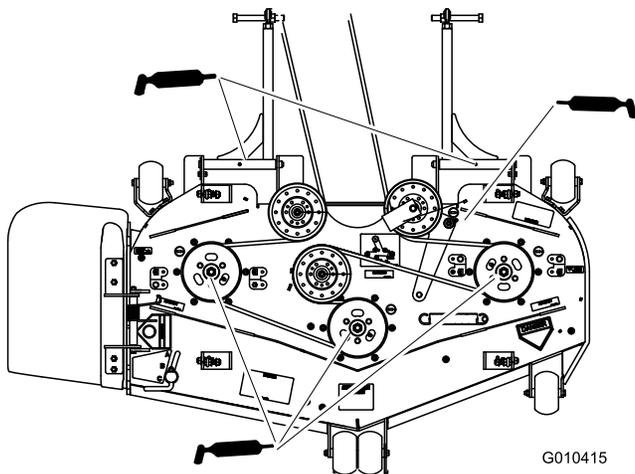

Figura 37
4. Lubrifique os três rolamentos do eixo até o lubrificante sair pelos vedantes inferiores (Figura 37).
5. Lubrifique o braço intermédio na plataforma do cortador (Figura 37).
6. Lubrifique os encaixes nos braços (Figura 37).